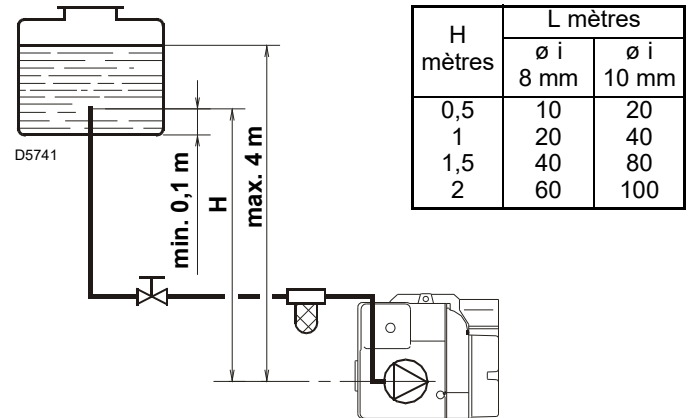
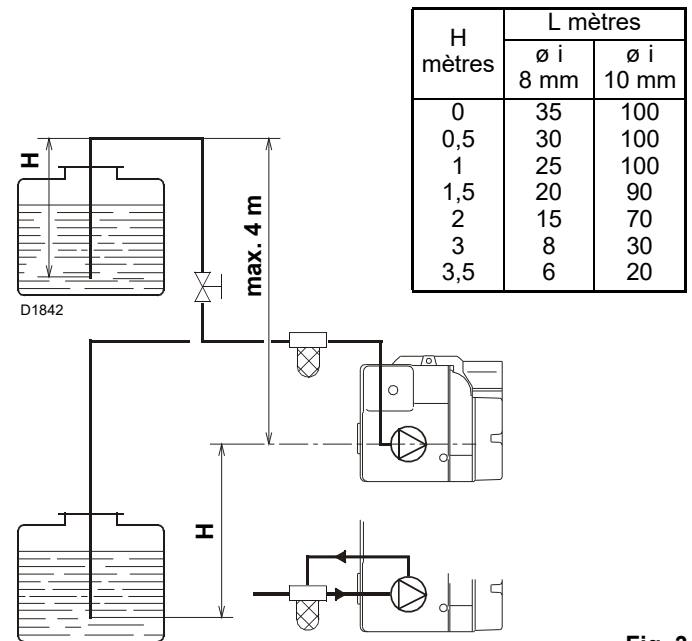
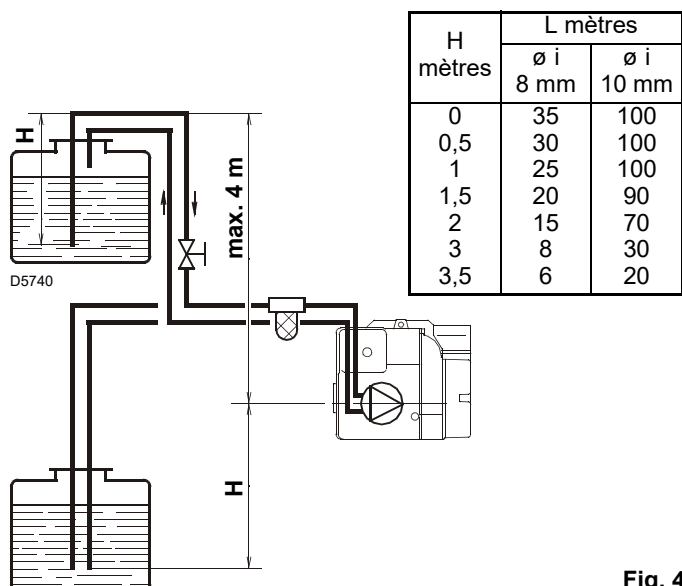

Fig. 2
Fig. 3
Fig. 4
- ▶ Elle ne s'avère nécessaire qu'avec les installations à un tuyau (Fig. 2). Dans l'installation de la Fig. 2, il suffit de desserrer le raccord du vacuomètre 4) (Fig. 5) et d'attendre que le combustible commence à sortir.
- ▶ Dans les installations des Fig. 3 et Fig. 4, l'air est expulsé automatiquement après le démarrage du brûleur.
Légende (Fig. 2, Fig. 3 et Fig. 4)